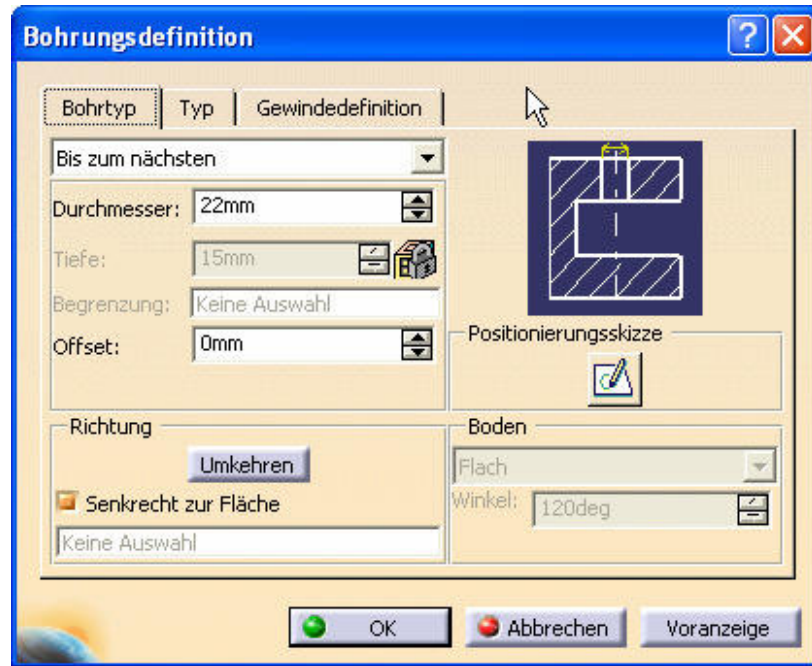

Abbildung 41
95. Aktivieren Sie den Reiter **Bohrtyp** und definieren Sie die Bohrung gemäß Abbildung 41.